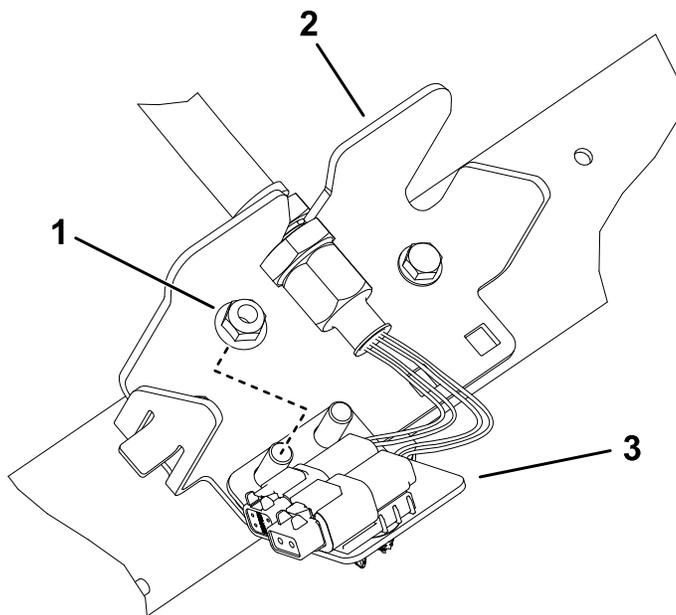

Figura 17
- 6. Repita o procedimento nos restantes (4) locais do anteparo como se mostra na Figura 14 a Figura 17.